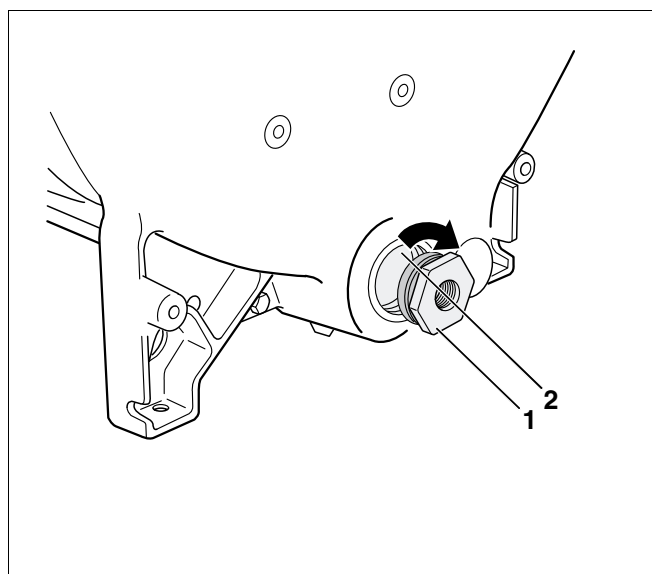

Fig. 31 Etanșarea piesei de reducție
Piesa de reducție, conținută în furnitura livrată (Fig. 31, **Poz. 1**), va necesita pentru montaj existența unui robinet de umplere și golire.
- La partea posterioară a cazanului, se etanșează piesa de reducție (Fig. 31, **Poz. 1**), în butucul inferior (Fig. 31, **Poz. 2**) al cazanului.
- Se va monta robinetul de umplere și de golire (Fig. 31, **Poz. 1**, pagina 30) la piesa de reducere.